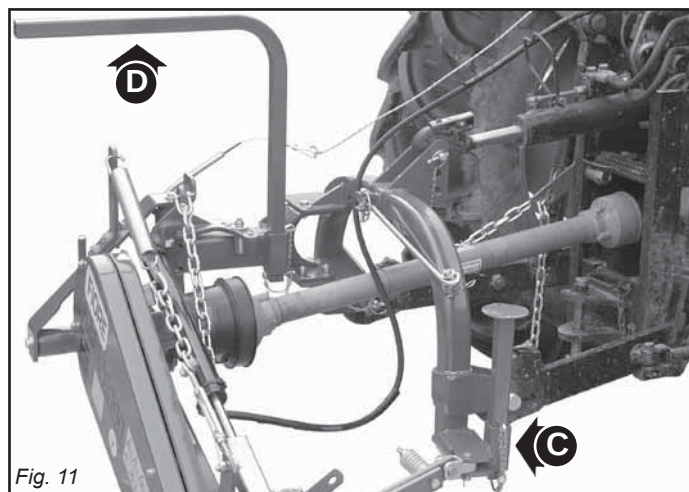

Fig. 11
- 48) Перед вводом в действие косилки, проверьте, что поддерживающие опоры (C и D, Рис. 11) были вынуты из-под косилки; проверьте правильность монтажа и регулировки косилки; проверьте отличное состояние машины, а также состояние всех органов, подвергаемых износу и поломке.